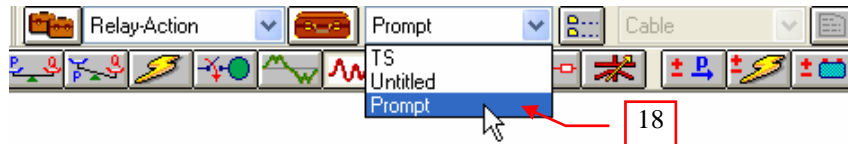

図 12
18. それでは、シミュレーションを実行します。“スタディケース” ツールバーの“出力レポート” プルダウンボックスから“Prompt” を選択します。“Prompt” はスタディケース “Relay-Action” でシミュレーションを実行した時に出力レポート名を変更できます。 図 12 参照